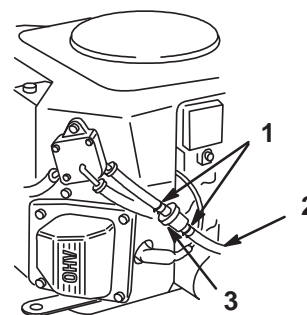

Abbildung 31
4. Die Enden der Schlauchklemmen zusammendrücken und die Klemmen vom Filter weg schieben (Abb. 31).